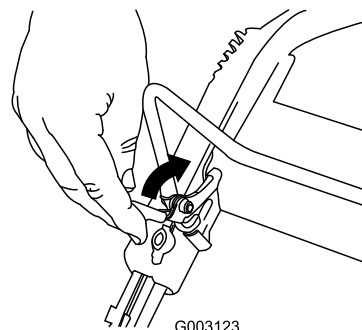

Figura 16
Para apagar el motor, mantenga pulsado el botón de parada del motor (Figura 16) hasta que el motor se apague.
1. Tire hacia atrás del mecanismo de bloqueo de la barra de control (Figura 16).